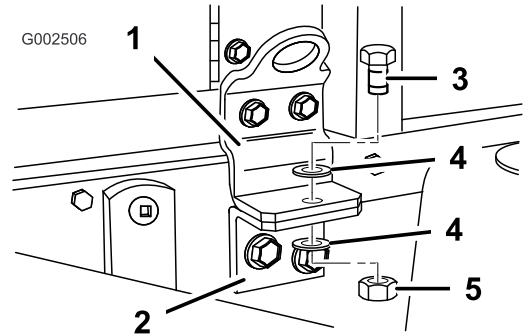

Figure 44
3. Retirez les boulons de sécurité à l'avant du patin (Figure 44).